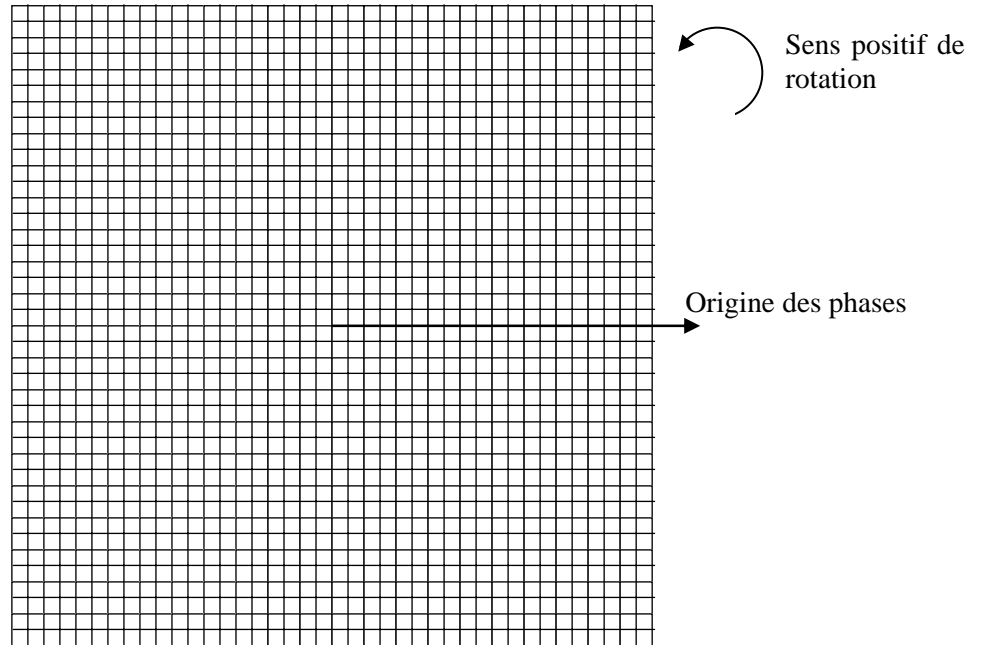

Figure 4
- Tracez sur la figure 4, le diagramme de Fresnel des tensions efficaces U_{s1} , U_{s2} et U_{s3} . En déduire les valeurs théoriques des tensions E , E' et E'' et complétez le tableau 2.